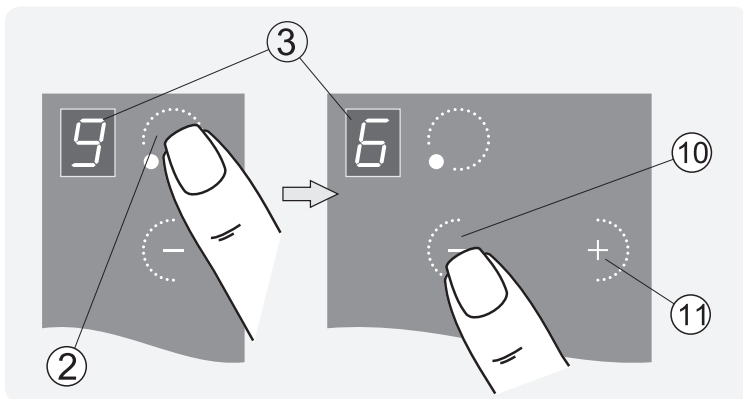

Рис.5
1. Работающую конфорку касанием зоны ② перевести в режим управления (рис. 5).